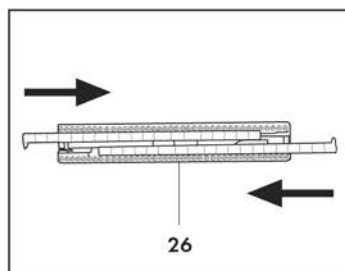

Fig. 10
Para el montaje del armazón con cerdas para moquetas y alfombras (26), introducir en las guías al efecto los cepillos rígidos con las lengüetas hacia el interior (Fig. 10).